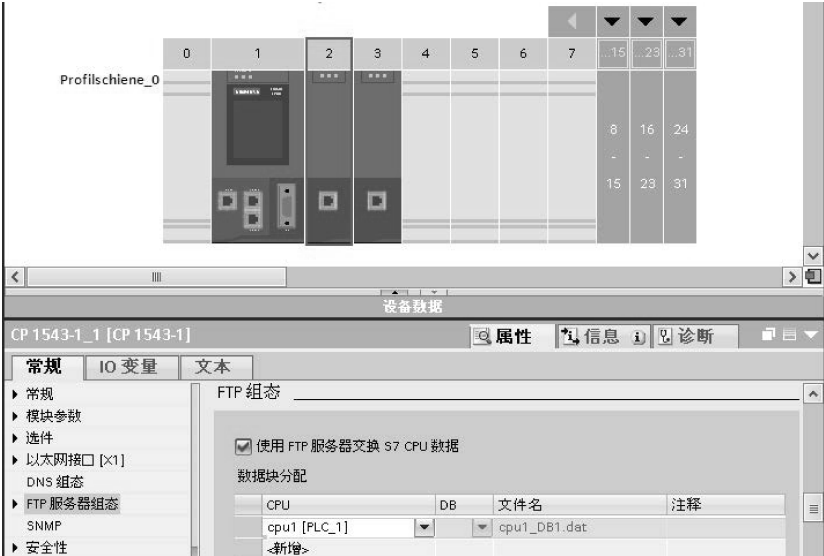

图 7-54 FTP 服务器组态
2) 在“FTP 组态”（FTP configuration）中的 CP 属性内，勾选复选框“使用 FTP 服务器传送 S7 CPU 数据”（Use FTP server for S7 CPU data），指定要存储 FTP DB 的 CPU、数据块和文件名称，如图 7-54 所示。